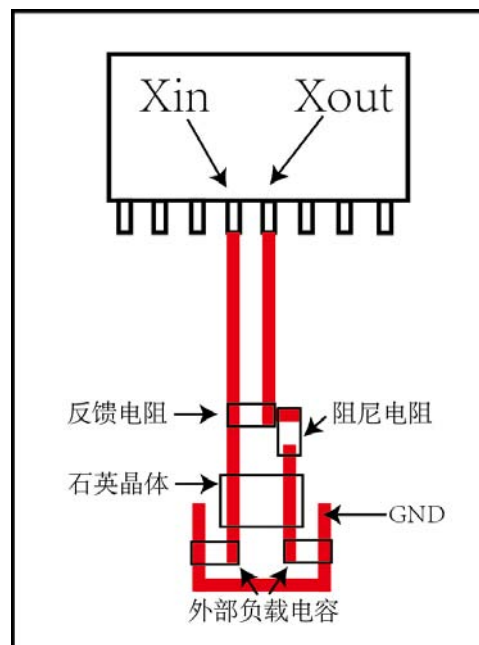

图 4-3 振荡电路和 MCU 之间距离太远走线过长
- 为了最大限度地降低寄生天线和寄生耦合现象引起的噪声敏感度，晶振，电容（需要时）和 MCU 振荡器引脚之间的距离应尽可能短。图 4-3 所示晶体与 MCU 距离太远，走线过长